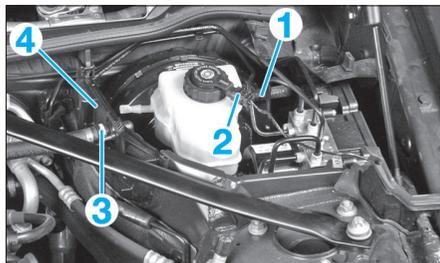

Fig. 26
- Débrancher le flexible d'alimentation (1) du circuit hydraulique d'embrayage (version avec boîte des vitesses mécanique) (Fig.26).
- Déverrouiller et débrancher le connecteur (2).
- Défaire le raccord rapide (3) et débrancher la conduite de dépression.
- Sortir la conduite de frein du support en caoutchouc et démonter le cache (4).